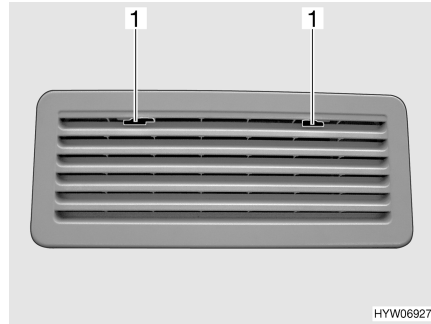
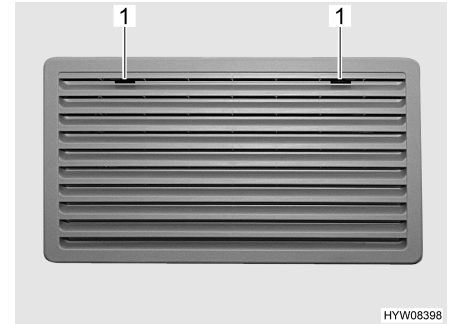

Fig. 74 Grille d'aération du réfrigérateur (Thetford)
Fig. 75 Grille d'aération du réfrigérateur, grande (Thetford)
- Pousser le dispositif de blocage (Fig. 74,1 ou Fig. 75,1) vers le milieu.